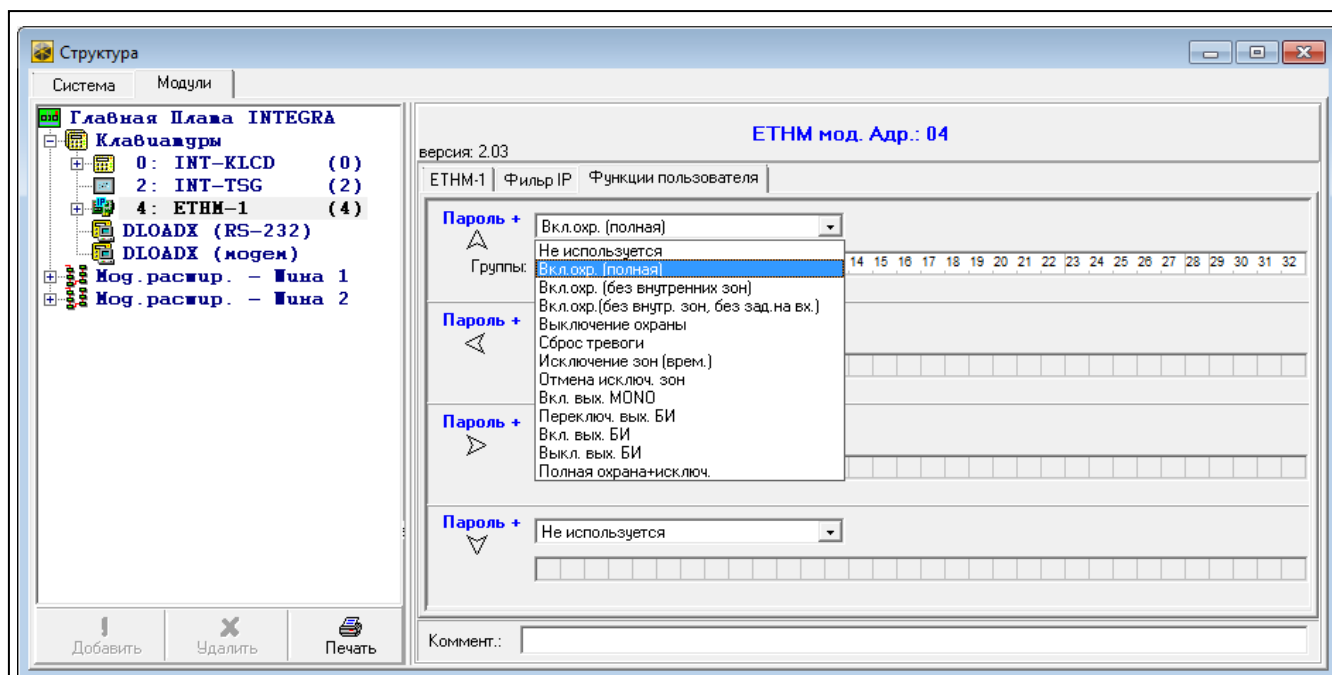

Рис. 7. Программа DLOADX: закладка «Функции пользователя».
- программы DLOADX: →окно «Структура» →закладка «Модули» →ветка «Клавиатуры» →[название модуля] →закладка «Функции пользователя» (рис. 7).